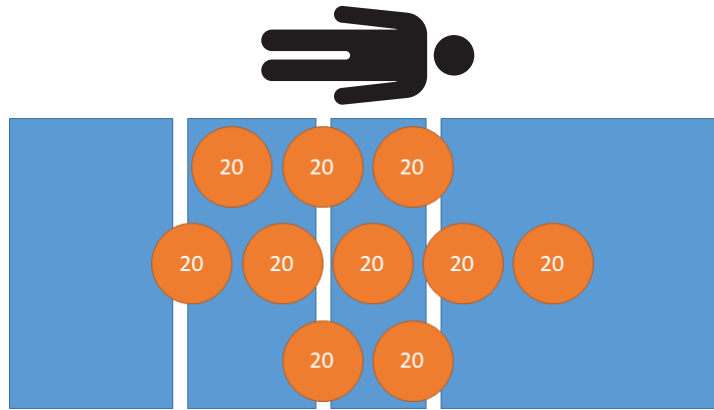

Figure 22 – Test de performance du poids - 200 kg
5. En utilisant des poids étalonnés, placer 200 kg sur le produit (Figure 22).
7. En utilisant des poids étalonnés, placer 200 kg sur le produit (Figure 22).